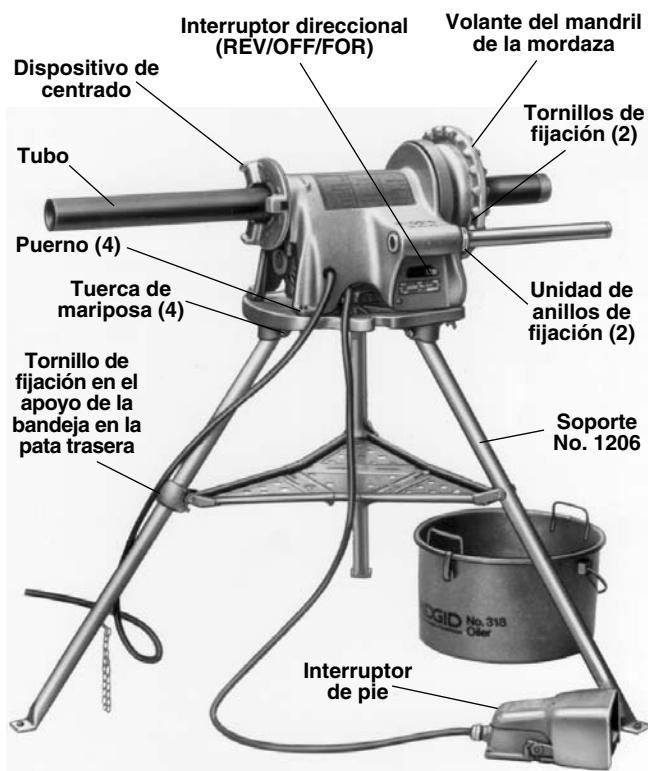

Figura 3 – Accionamiento Autopropulsado No. 300 montado sobre el Soporte No. 1206 junto a la Aceitera No. 418
- Ubique el tornillo de fijación en el apoyo de la bandeja en la pata trasera (*Figura 3*).
- Monte el Accionamiento Autopropulsado en el soporte empleando los pernos y las tuercas de mariposa (*Figura 3*).
1. Asegure que el Accionamiento Autopropulsado esté desenchufado y que su interruptor direccional se encuentra en la posición de OFF (apagado) (*Figura 3*).
4. Asegure que el interruptor de pie esté presente y acoplado a la Roscadora (*Figura 3*).
4. Si la pieza de trabajo se extiende más allá de cuatro (4) pies del Accionamiento Autopropulsado, use uno o más soportes para tubos. Así se evita un volcamiento y la oscilación del tubo.
5. Si la pieza de trabajo se extiende más allá de Accionamiento Autopropulsado, rodee la zona de trabajo con barreras para dejar un mínimo de tres (3) pies de espacio libre alrededor del Accionamiento Autopropulsado y la pieza de trabajo. Esta "zona de seguridad" impedirá que otros se acerquen a la máquina y a la pieza de trabajo. De lo contrario, personas pueden volcar la máquina o quedar enganchadas en sus partes móviles.
6. Si se hace necesario, llene la Aceitera No. 418 con Aceite para Roscar RIDGID. Colóquela debajo de la parte delantera del Accionamiento Autopropulsado (*Figura 3*).